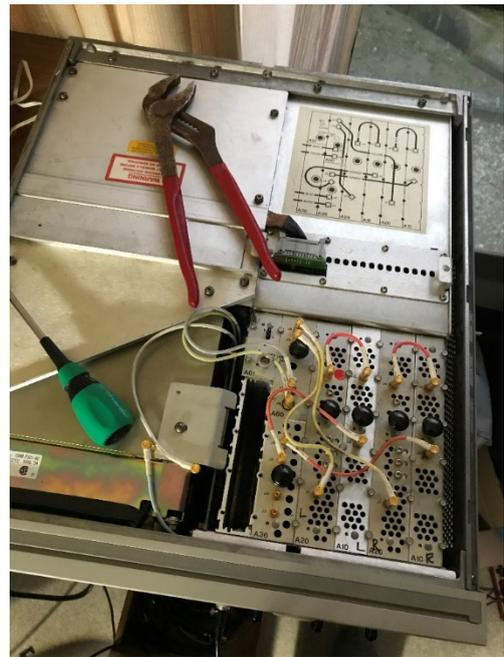
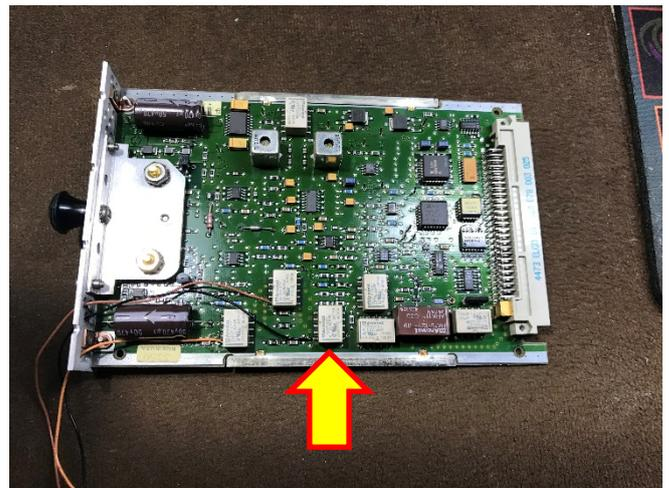

図 1. 89410A のケースを開けてみた。真ん中にみえる抜けた部分が A35 モジュールのスロット
図 2. A35 モジュールのようす。中央下のリレーが故障 (固着) していた
④ アナログ技術セミナー2020 の資料の用意をしているなか、またもや同じエラー「Calibration Failure – Channel 1 Trigger」が出てしまいました！
⑤ お金も時間のないなか、「修理はアナログ技術セミナー終了後か、リタイヤ後（笑）か！」とか思いつつ（ダメなら業者さんにまたお願いですが…）、89410A を Diagnostics モードにして、不具合症状と Service Manual の記載を延々と見比べて、問題点の「特定までだけ」をしていました。
⑥ Diagnostics で、どうやら今回も A35 モジュールがおかしそうだと特定できました。前回撮影してあったエラー画面の写真にも A35 モジュールが正しく動作していないと表示されていたことに、このとき気づきました（涙）。前回の故障のときは気がつかなかったのです。
⑦ しかし Service Manual には回路図は当然なく、信号の流れと回路ブロック（だいたい端折りあり）だけという簡潔な記載があるのみでした。とはいえ問題は A35 ブロックの 80dB アッテネータ切り替え回路と特定できていました（10dB ステップなので 3 ビットに相当）。そうするとリレー 3 個とその駆動回路、もしくは周辺のアッテネータ抵抗が怪しいと目星をつけることができていました。
⑧ アナログ技術セミナー2020 も終わった週末、ケースをあけてみました。このようすを図 1 に示します。この写真では A35 モジュールが取り外されています。図 2 は A35 モジュールです。この技術ノートに掲載するつもりもなかったのに、適当かつ曲がった写真撮影です…（汗）。
⑨ 図 2 の A35 モジュールからはリード線が 3 本引き出されています。これは 3 個のリレーそれぞれの駆動ラインで、故障の原因が、リレー駆動回路（MC58-0134 というトランジスタ・アレイらしい IC。Web でサーチしてもデータシートを発見できず詳細不明）か、リレー自体なのかを切り分ける試験用の引き出しです。
⑩ この状態で A35 モジュールを本体に差し込み、89410A を Diagnostic モードにして、80dB アッテネータの切り替えを確認しました。これら駆動ラインはすべてきちんと H/L で動作しています。これでリレー自体が問題と特定できました。また H/L のシーケンスと減衰レベル変化から 3 個のリレーのうち、どのリレーが NG かも判定できました（図 2 に矢印で示してあります。40dB 切り替えリレーでした）。
⑪ 89410A の電源をオフにして A35 モジュールを本体から取り出し、リレーをテストで当たってみると、問題のリレーのみ接点の短絡状態が異なっています。つまりリレーのカンチ・レバーの固着ということです。
⑫ 当該リレーの型番でサーチしてみると、生産中止ではありますが海外にいくつか在庫がありました。でもなんと！津市にあるパーツ販売店にも在庫があり、早速注文！
⑬ リレーが到着した日、A35 モジュールをホット・プレートで加熱し、リード端子を太い銅線でブリッジし 2 本のはんだごてで取り外し、基板パッドの残留はんだをソルダ・ウイックで清掃し、新しいリレーに交換しました。89410A に戻して電源を入れてみると…。おお！（^o^）